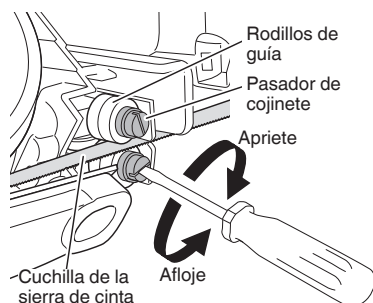

Fig. 16
4. Inspección de los soportes de los rodillos guía de la cuchilla de la sierra de cinta y ajuste de los huecos (Fig. 16)